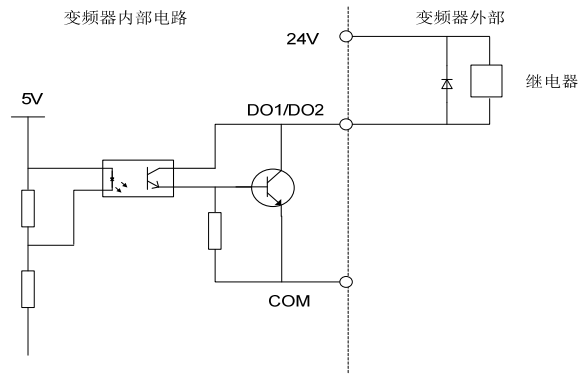

图 2-7 使用变频器内部电源接线方式
1) 多功能数字量输出端子D01、D02可使用变频器内部的24V电源，接线方式请参考图2-7。